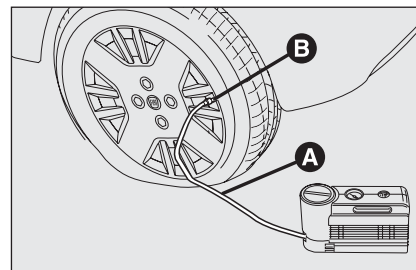

fig. 15
- Serrer le frein à main.** Dévisser le capuchon de la soupape du pneu, extraire le flexible de remplissage **A**-fig. 15 et visser la bague **B** sur la soupape du pneu;